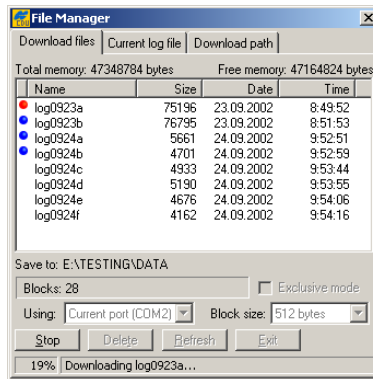

Figura 5-12. Descarga de Archivos – Indicadores de Estado
6. Haga clic en el botón **Download**. Durante la descarga, los indicadores de estado se muestran junto a cada archivo (Figura 5-12).